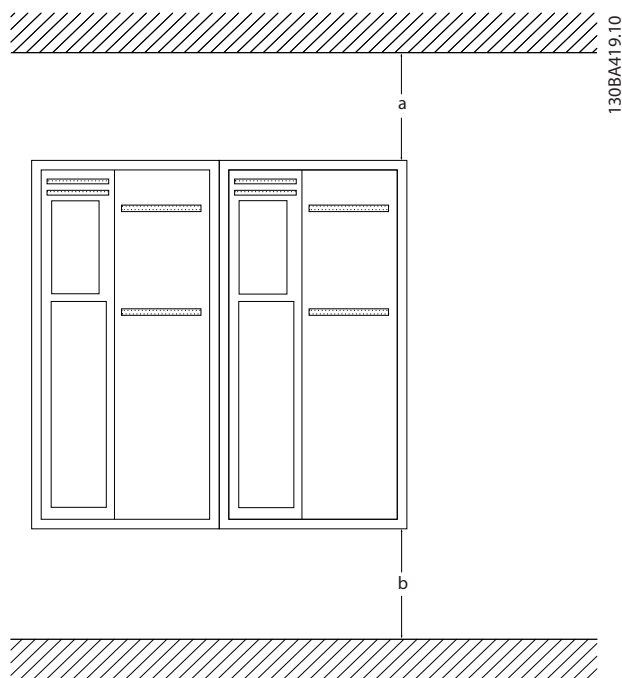

图 2.1 顶部和底部冷却间隙
- 顶部和底部须留出空气冷却间隙。间隙通常须达到 100-225 毫米 (4-10 英寸)。有关间隙要求，请参阅 图 2.1